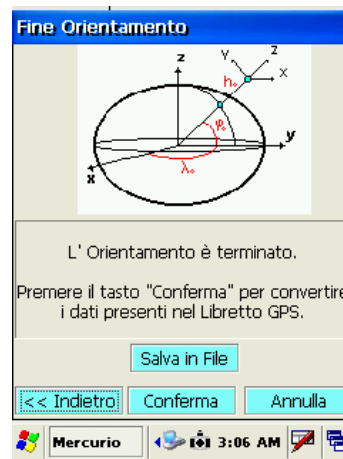

fig.103
17. Selezionare Conferma per accettare la configurazione (fig. 103)